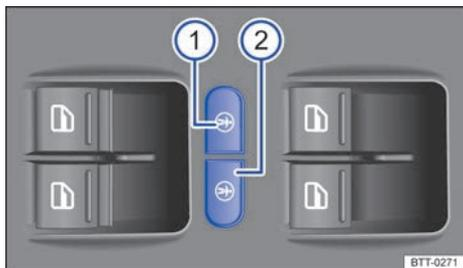

Fig. 41 En el guarnecido de la puerta del conductor: teclas del seguro para niños eléctrico.
La tecla izquierda → **fig. 41** ① activa el seguro para niños del lado trasero izquierdo, y la tecla derecha ②, el del lado trasero derecho.
Activar:	Pulse la tecla izquierda o la tecla derecha → fig. 41 .